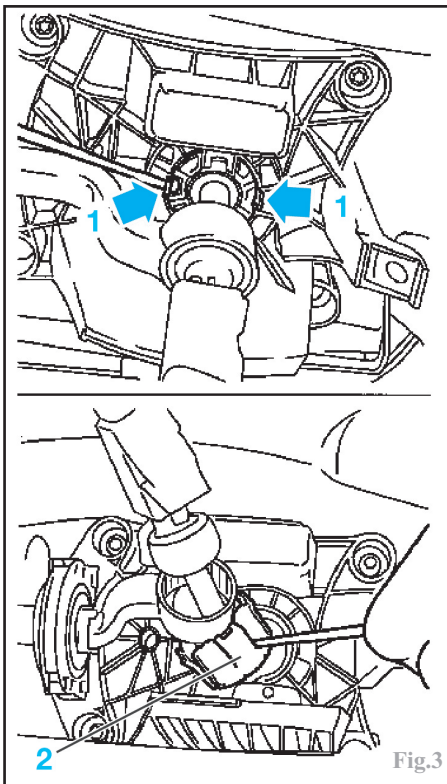

Fig.3
Déclipper le levier de vitesses en enfouissant les deux languettes (1) vers l'intérieur (Fig.3).
-le palier (2) sur le levier de vitesses de la tringle de commande à l'aide d'un tournevis (Fig.3).